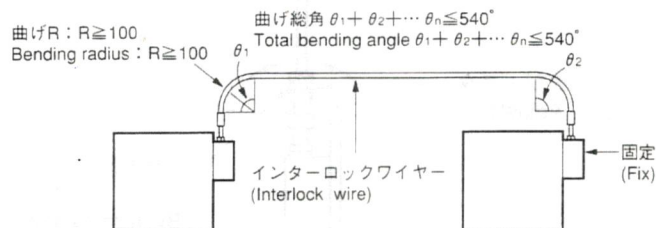

図 11-2 Fig.11-2
- (2) インターロックワイヤーをワイヤステッカーなどで固定してください。(図 11-2 参照)
(See Fig.11-2)
インターロックワイヤーは図 11-2 の指示に従って確実に取付けたのちに、必ず調整を行なってください。正常動作を行わないおそれがあります。
Mount the interlock wires correctly. (See Fig. 11-2)
してください。(図 11-2 参照)